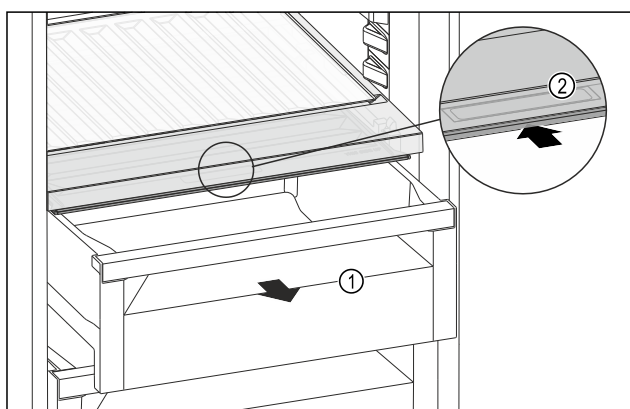

Fig. 159
- 拉出抽屉 Fig. 159 (1)。
- 抓住抽屉盖上的内嵌式拉手 Fig. 159 (2)，并同时向后推入抽屉盖。